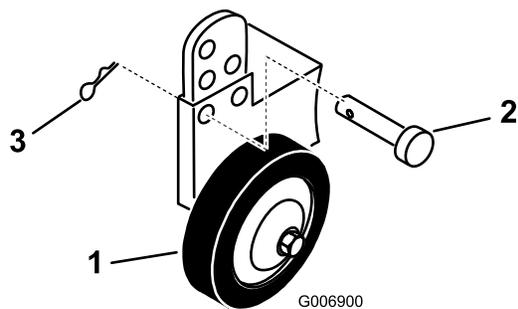

Bild 9
- A. Nehmen Sie den Splint und Stift heraus, um die Lochposition zu ändern (Bild 9).
- B. Wählen Sie eine Lochposition, in der die Radstelze für die verwendete Schnitthöhe eine Bodenfreiheit von 10 mm hat (Bild 9).